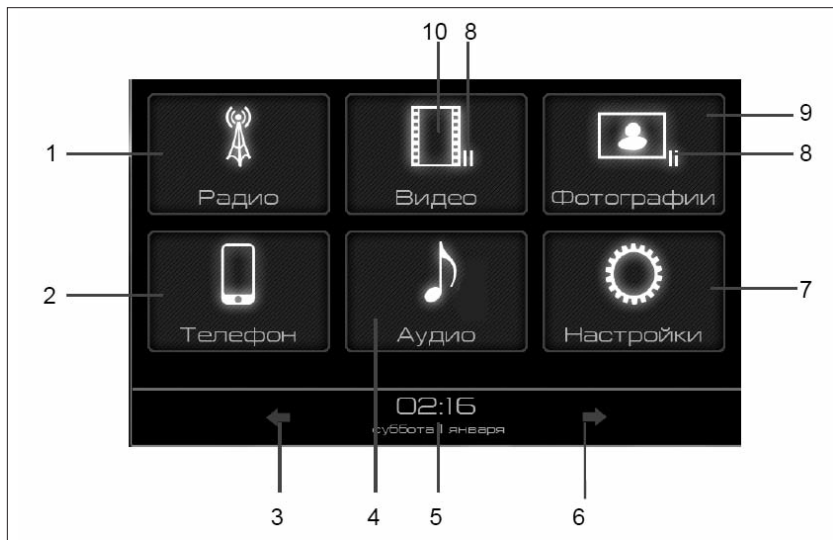

Рис. 2. Окно главного меню
2.5.1 После первого включения радиоприёмника или перезагрузки на дисплее радиоприёмника отображается главное меню (рис. 2).
- кнопкой **Радио** в главном меню (рис. 2);
- нажатие кнопки **Аудио** (рис. 2);
Примечание. При нахождении режима **Аудио** в состоянии «пауза» (индикатор 8, рис. 2) повторный вход в режим **Аудио** переведет радиоприёмник в режим проигрывания аудиофайлов с места остановки прослушивания.